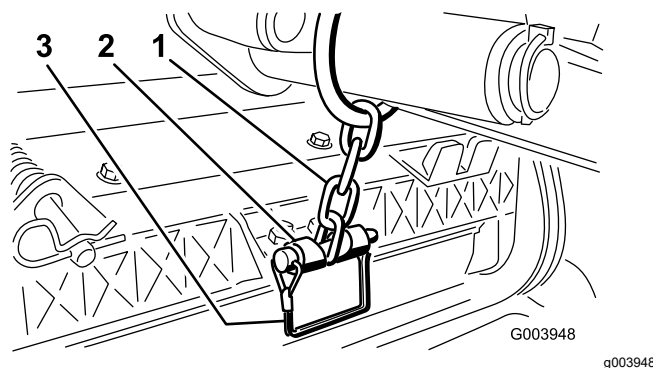

Figure 12
Remarque: Utilisez la fente pour rendre l'unité de coupe directionnelle ou le trou pour que l'unité de coupe reste fixe (Figure 12).
14. Fixez la chaîne du bras de levage au support de la chaîne avec la goupille à fermoir (Figure 12).